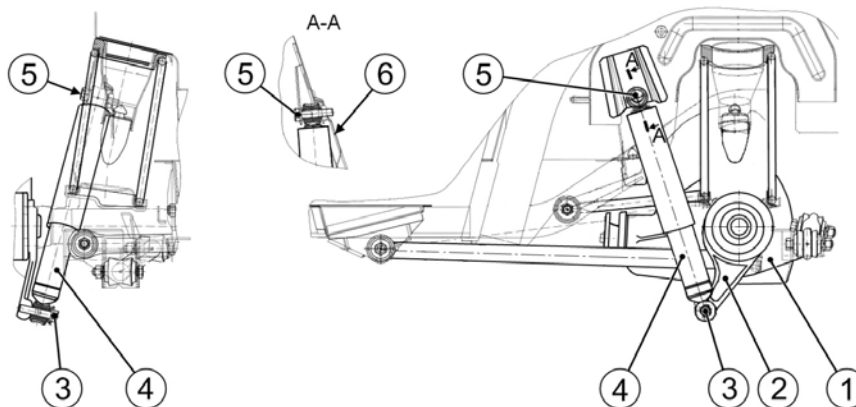

Рисунок 5 – Отсоединение заднего амортизатора от нижнего кронштейна:
2.9 Поставить под балку 1, рисунок 5, заднего моста подставки, опустить автомобиль до разгрузки амортизаторов, отвернуть болты 3 крепления амортизаторов 4 к нижнему кронштейну 2 (подставка типа Pallbockar K 5160 ф. Kamasa Tools", головка сменная 19 и гайковерт типа 2250 ф. "Rodcraft", Германия).